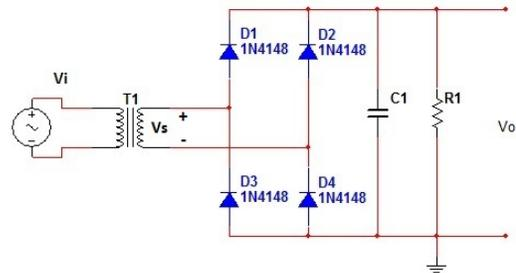

Figura 8. Retificador de onda completa em ponte com filtro capacitivo.
- a) Construa o circuito da figura 8.